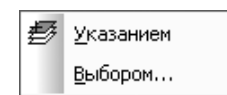

Рис. 1.91. Всплывающее меню пункта **Слой**
- **Слой** вызывает всплывающее меню, показанное на рис. 1.91.